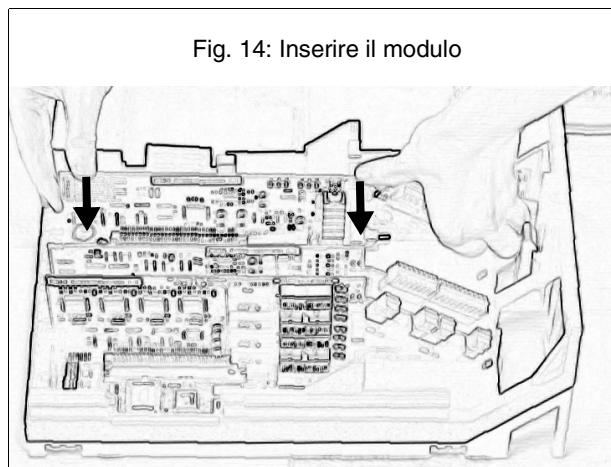

Fig. 14: Inserire il modulo
1. Inserire il modulo: Introdurre il modulo tra entrambi i blocchi scheda e premerlo verticalmente in basso verso la scheda base, fino a quando scatta in modo sicuro in posizione. Vedere la Fig. 14.